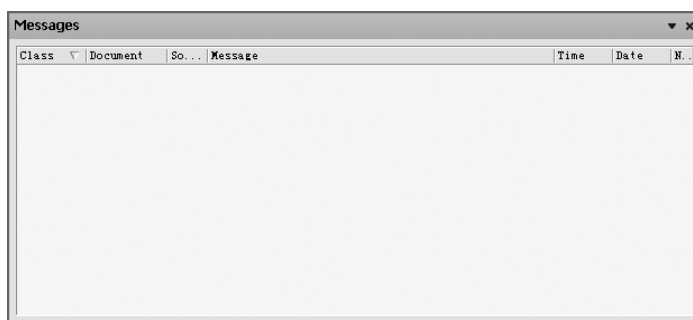

图 10-8 “Messages” 面板 2
7) 系统再次执行批处理 DRC，运行结果在“Messages”（信息）面板中显示出来，如图 10-8 所示。可见重新配置检查规则后，批处理 DRC 检查得到了 0 项 DRC 违例信息，说明检查原理图确定这些引脚连接的正确性。